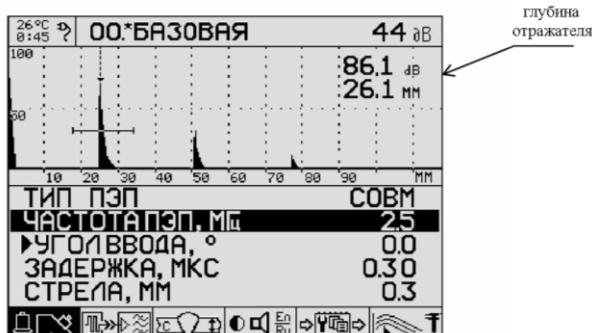

Рисунок 3.7 – Экран прибора при настройке глубинометра
3.3.2.3 В правой верхней части экрана третьим числом сверху индицируется расстояние по лучу измеряемого импульса в мм (рис. 3.7). В случае прямого преобразователя расстояние по лучу совпадает с глубиной. Выберите пиктограмму и установите такое значение задержки, чтобы показание глубины совпадало с толщиной тест-образца. При изменении задержки надо следить за тем, чтобы первый донный сигнал оставался в стробе. Если сигнал «уедет» за пределы строба, то надо выйти обратно в режим «ПОИСК», и в соответствии с п. 3.1.7 подкорректировать положение строба.
3.3.3.3 Выйдете обратно в режим «ПОИСК». В правой части экрана крупным шрифтом индицируется показание глубины в мм для I донного эхосигнала (рис. 3.7). Запишите это значение - H1.